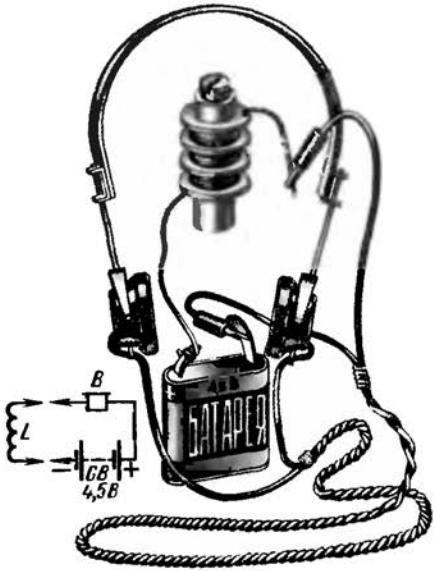

Рис. 102. Телефонный пробник
**Телефонный пробник.** Самый простой пробник можно сделать из электромагнитного телефона и батареи 333БЛ. Седини их последовательно, как показано на рис. 102. Вот и весь прибор. Свободным штепслем телефона и вторым выводом батареи ты будешь подключать его к проверяемой детали, цепи.